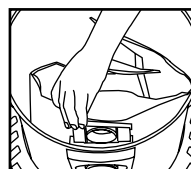

FIGURA 27
35. Deslice el deflector de entrada con la bolsa filtrante acoplada en la guía del deflector. **FIGURA 27.**